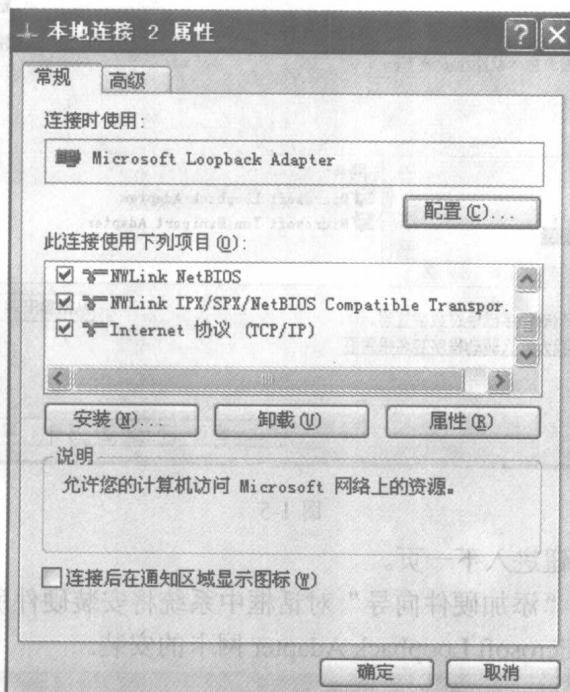

图 1-7
Step 2 在控制面板双击网络连接  图标并且选择刚安装的网卡 。单击鼠标右键，从快捷菜单中选择属性，打开它的属性对话框，如图 1-7 所示。选取“(TCP/IP) 协议”并单击属性按钮，输入“IP 地址”、“子网掩码”、“默